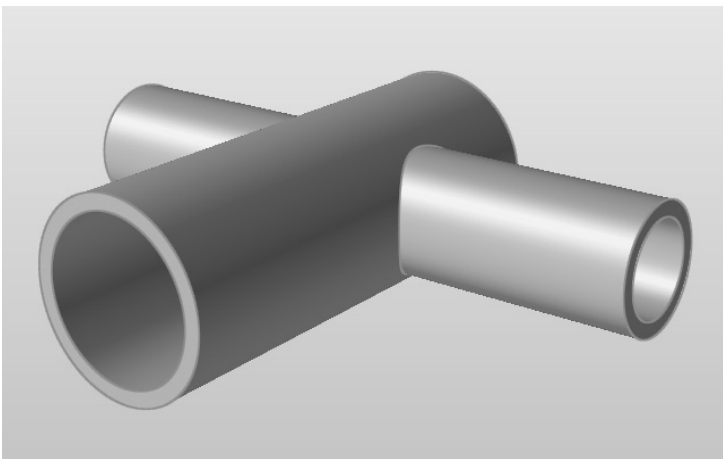

图 14-17
- 5) 右击退出该工具。两个管子现在已合并为一个零件, 如图 14-17 所示。